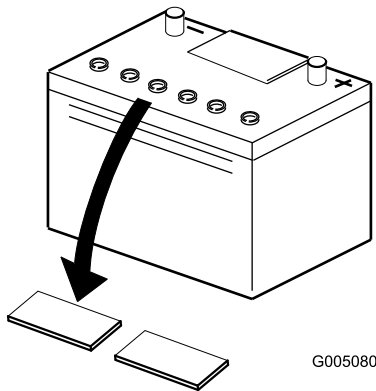

Bild 3
2. Reinigen Sie die Oberseite des Akkus und nehmen Sie die Entlüftungsdeckel ab (Bild 3).